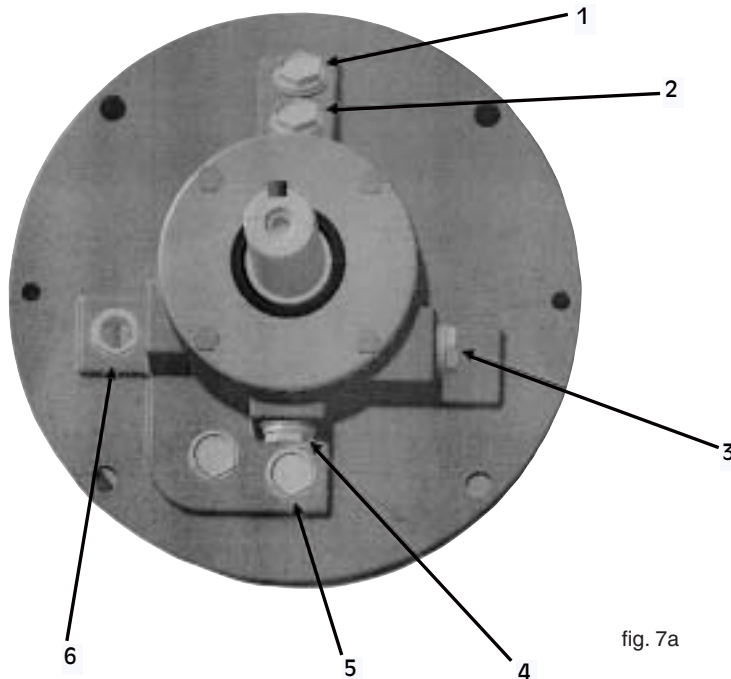

fig. 7a
Contrôler le niveau d'huile de la garniture et des roulements à l'aide des indicateurs de niveau sur le support (Fig. 7a).
- Vidanger l'huile de la garniture et des roulements en dévissant les bouchons 4 et 5 (Fig. 7a)
- Dévisser les vis (47) du support (06)
- Extraire le support (06) du corps de la pompe (01) comprenant la turbine et le porte-moteur
- Enlever la turbine (03) comme indiqué au paragraphe 13.2
- Enlever la garniture (25) comme indiqué au paragraphe 13.6
- Enlever le couvre roulement (08)
- Extraire l'arbre (07) avec les roulements (58) (59)